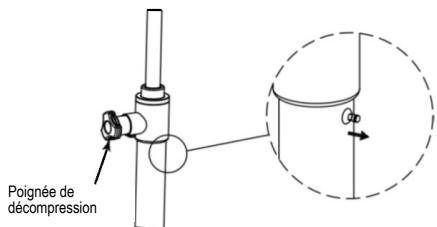

Fig. 5
3.Grua en descente : tourner la poignée de décompression dans le sens antihoraire (Fig. 5), relâcher la poignée et le décompresseur se fermera automatiquement.